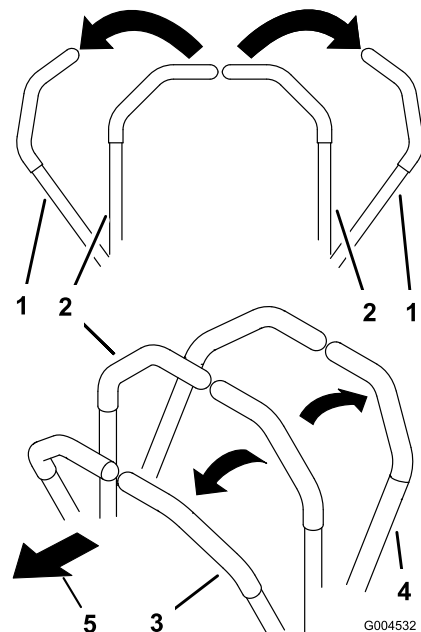

Figura 15
2. Para ir hacia adelante, empuje lentamente las palancas de control de movimiento hacia adelante (Figura 15).
Para ir recto, aplique la misma presión a ambas palancas de control de movimiento (Figura 15).
Para girar, deje de empujar la palanca de control de movimiento del lado al que desea girar (Figura 15).